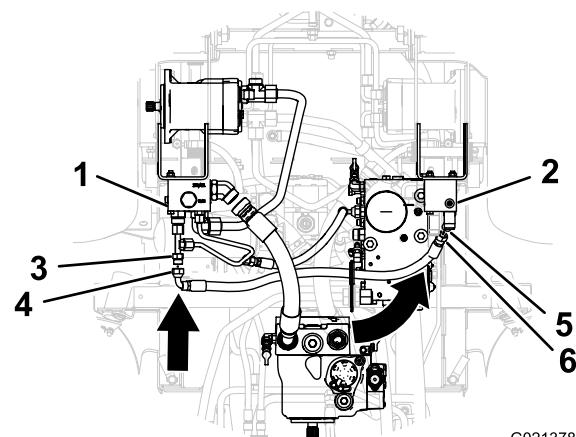

Bild 14
3. Fluchten Sie das gerade Anschlussstück am Querrohrs mit dem 45°-Hydraulikanschlussstück am Heckantriebverteiler aus (Bild 14).